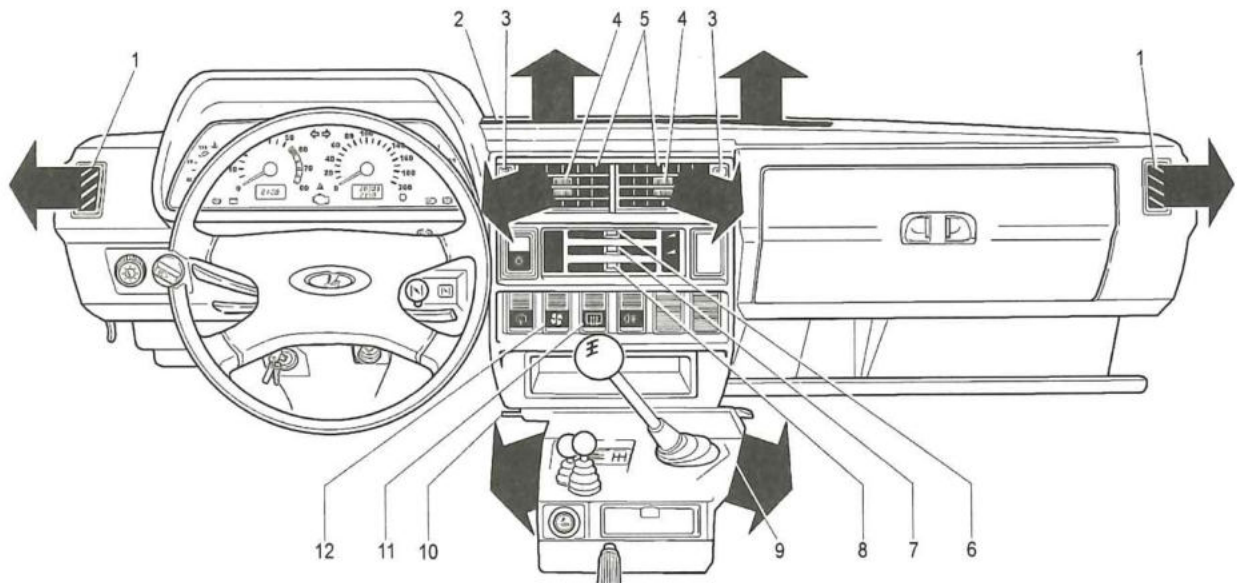

Abb. 25. Lüftung und Heizung des Innenraums
- durch Lüftungsdüsen 2 (Abb. 25) für Belüftung der Windschutzscheibe, wenn der Verteilerhebel 7 und Betätigungshebel 8 für Abdeckung des Luftführungs Kanals nach rechts verschoben werden;